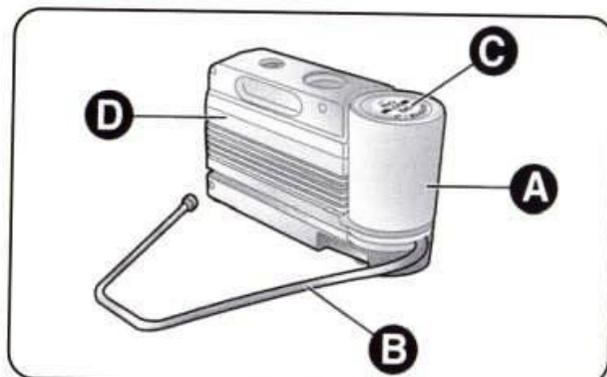

рис. 13
- баллон А (рис. 13) с герметиком, а также нагнетательную трубку В и наклейку С со словами «max. 80 km/h» (максимальная скорость 80 км/ч), которую после ремонта шины необходимо закрепить в зоне видимости водителя (на панели приборов);